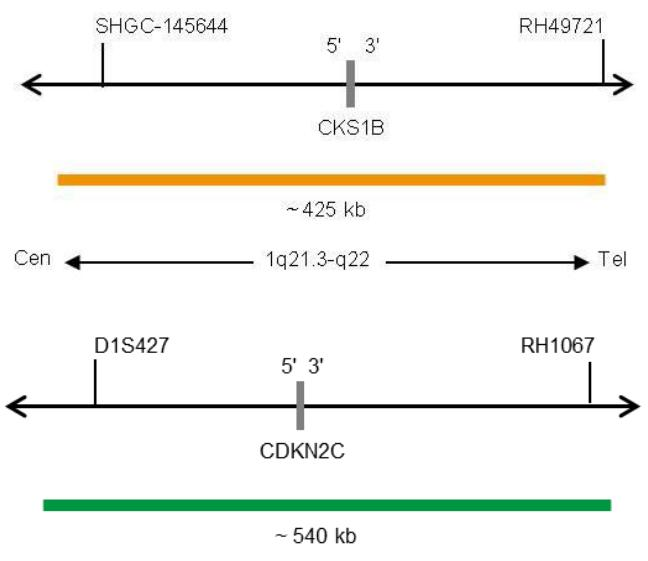

Fig. 1: Cima: SPEC CKS1B Mapa da sonda; Baixo: SPEC CDKN2C Mapa da sonda (sem escala)
- Polinucleótidos (~4.5 ng/μl) com marcação ZyOrange (excitação 547 nm/emissão 572 nm), dirigidos ao mapeamento de sequências alvo em 1q21.3-q22\* (chr1:154,722,168-155,144,639) contendo o gene CKS1B (ver Fig. 1).
- Polinucleótidos (~10.0 ng/μl) com marcação ZyGreen (excitação 503 nm/emissão 528 nm), dirigidos ao mapeamento de sequências alvo em 1p32.3\* (chr1:51,196,272-51,737,475) contendo o gene CDKN2C (ver Fig. 1).